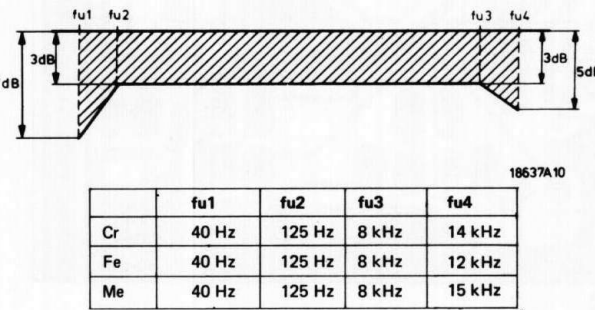

Fig. 12
- Speel de gemaakte opname af en verwerk de gevonden uitgangsniveaus in een grafiek. Fig. 12 geeft aan binnen welke grenzen de karakteristiek moet liggen.